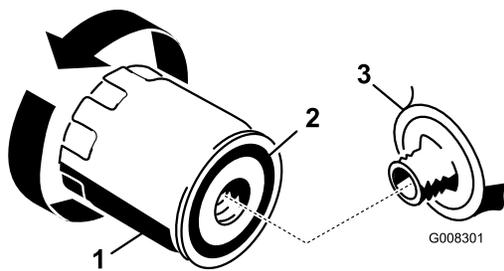

Figura 25
2. Retire el filtro usado y limpie con un paño la superficie de la junta del adaptador del filtro (Figura 25).
3. Aplique una capa fina de aceite del motor nuevo a la junta de goma sobre el filtro nuevo (Figura 25).
5. Apriete el filtro $\frac{1}{2}$ a $\frac{3}{4}$ de vuelta más (Figura 25).